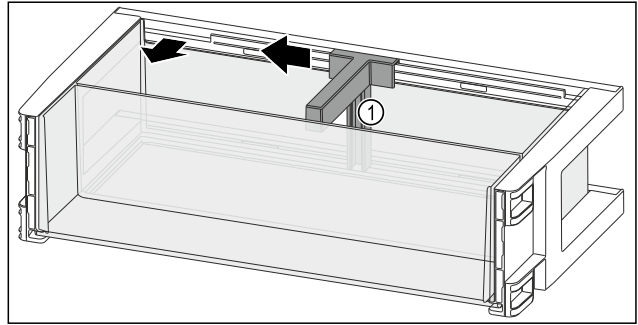

Fig. 121
- Şişe yerlerini Fig. 121 (1) çıkıntıya kadar yana itin.
- Şişe yerlerini Fig. 121 (1) çıkarın.